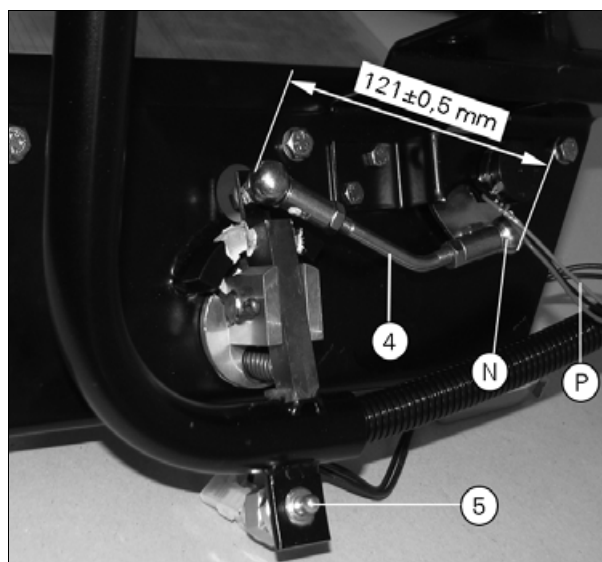

Рис. 7.
**d)** Если значения напряжения не укладываются в указанные диапазоны, их необходимо отрегулировать, изменив длину соединительной тяги (рис. 7).